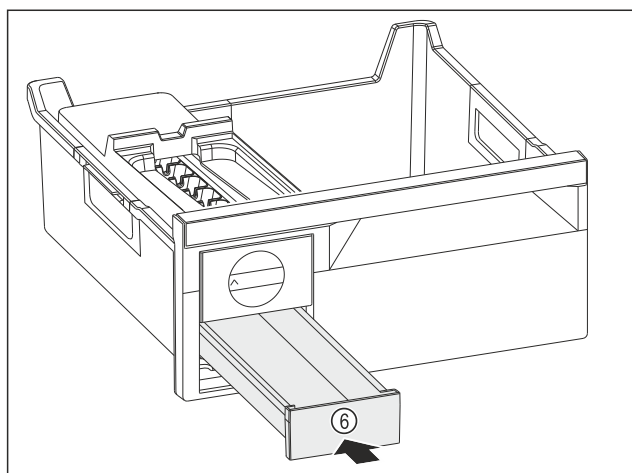

Fig. 148
- Ijsblokjesvak Fig. 148 (6) inschuiven.